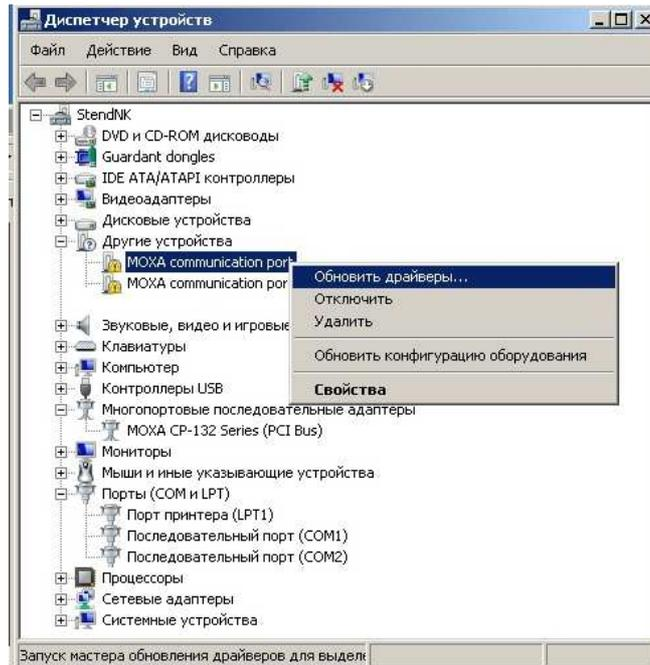
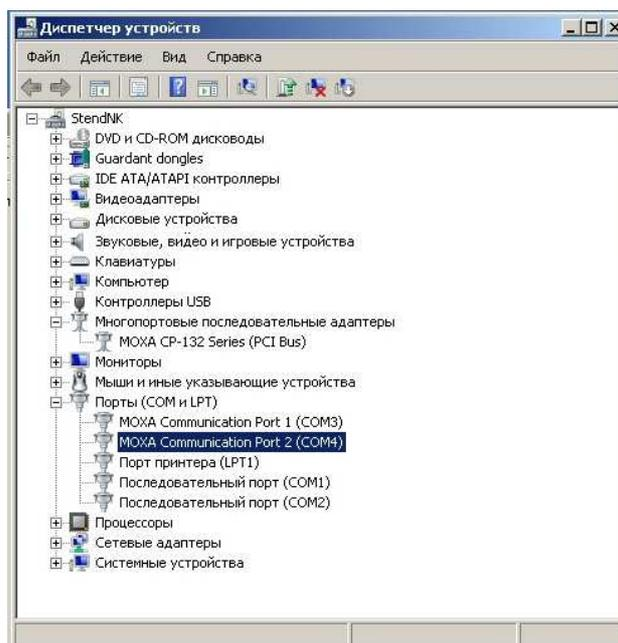

Рис. 8.22
Рис. 8.24
**Второй этап установки драйверов** (драйверы коммуникационных портов адаптеров «МОХА»). Если два пункта «МОХА communication port n» присутствуют в разделе «Порты (COM и LPT)» «диспетчера устройств», и их нет в разделе «другие устройства» (см. Рис. 8.24), то данный этап выполнять не требуется. Если два пункта «МОХА communication port n» присутствуют в разделе «другие устройства», а в разделе «Порты (COM и LPT)» их нет (см. Рис. 8.22), то необходимо данный этап установки выполнять следующим образом:
- в окне «Диспетчер устройств» раздела «другие устройства» правой кнопкой «мыши» вызовите контекстное меню коммуникационного порта (например, MOXA communication port), в котором выполните «Обновить драйверы» (Рис. 8.22);
- далее, аналогично действиям по установке драйверов адаптера, последовательно выполняйте действия по установке драйверов обоих СОМ-портов платы. Обычно устанавливаемые драйверы СОМ-портов располагаются в той же папке, откуда устанавливались драйверы адаптера. После полной и правильной установки в окне «Диспетчер устройств» должны присутствовать: «многопортовые адаптеры» - например: «МОХА CP-132 Series» и в устройствах «Порты (СОМ и LPT)» дополнительные два СОМ-порта – для данного примера «МОХА Communication Port 1 и Port 2». Окно «Диспетчер устройств» показано на Рис. 8.24.
**Примечание:** номера СОМ-портов могут отличаться от приведённых на Рис. 8.24.
Номер СОМ-порта связи с КУЛ выбирается следующим образом: вилка системного блока ЭВМ (или переходного кабеля) RS485-1 (см. схему подключения пульта управления ЕИЯГ.425681.008-01 Э5) соответствует строке «МОХА Communication Port 1» панели «Диспетчер устройств» (Рис. 8.24), вилка RS485-2 - строке «МОХА Communication Port 2». Например, при подключении розетки «ЭВМ RS485-1» кабеля «RS485 ЭВМ-КУЛ» к вилке системного блока ЭВМ RS485-1 необходимо выбирать СОМ2 (см. панель «Диспетчер устройств» Рис. 8.24), а при подключении к вилке RS485-2 – СОМ3.